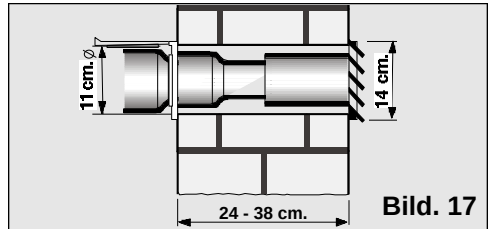

Bild. 17
- För att göra en fast installation där den varma luften leds ut genom väggen måste Du först ta upp ett hål i väggen och sedan montera tillbehöret för vägggenomgång, **Bild 17.**